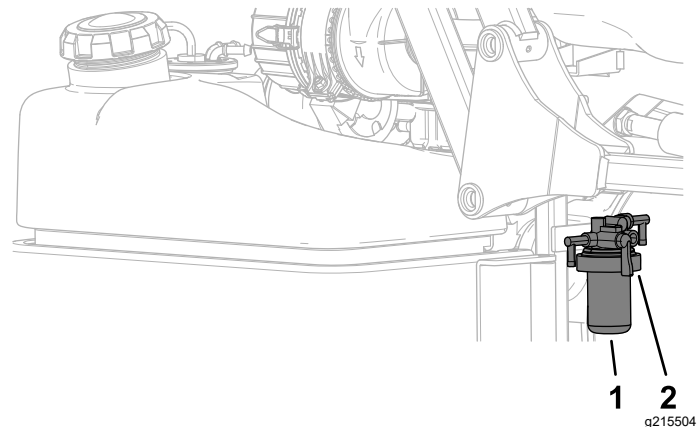

Bild 69
1. Reinigen Sie den Bereich um den Kraftstofffilterkopf (Bild 69).